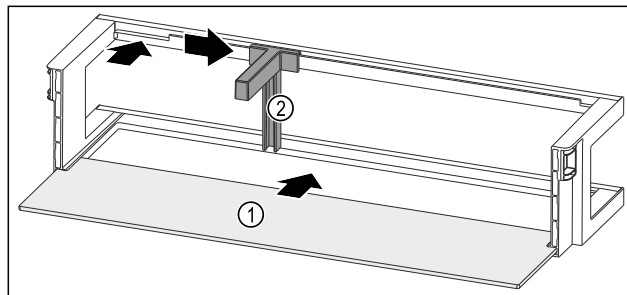

Fig. 121 Deurrek met draagplateau
- Draagplateau Fig. 121 (1) in de zijdelingse inkepingen schuiven.
- Flessenhouder Fig. 121 (2) in de uitsparing plaatsen.
- Flessenhouder Fig. 121 (2) in de gewenste positie opzij schuiven.